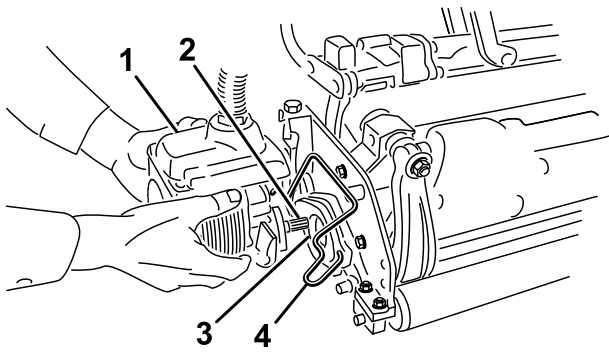

图35
6. 在滚刀组马达的花键轴上涂抹干净的润滑脂（图35）。
7. 将马达插入滚刀组左侧（从操作员的位置看），并将滚刀组上的马达固定架拉向马达，直到听见马达两侧发出“咔哒”的声音（图35）。